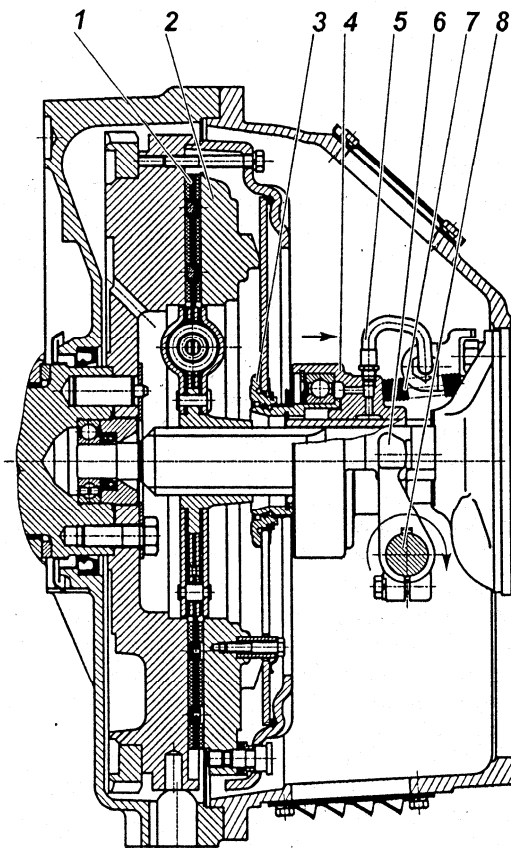
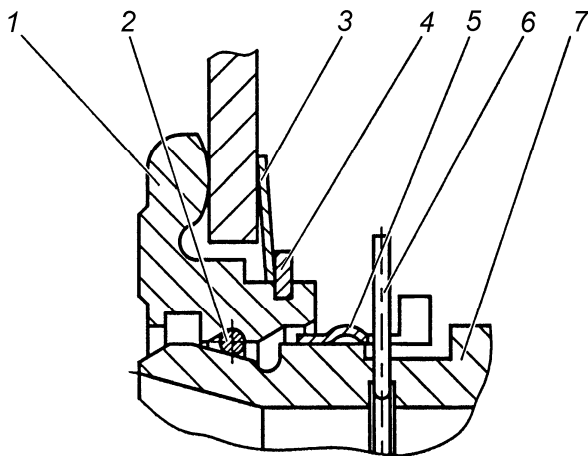

Рис. 91. Сцепление:
Рис. 93. Запорное устройство:
Диафрагменное сцепление (рис. 91) состоит из ведущих и ведомых частей, а также деталей механизма выключения сцепления, устанавливаемых в картер сцепления.
Механизм выключения сцепления состоит из муфты 4 (рис. 91) с подшипником, вилки 6 и валика 8. Муфта соединена через упорное кольцо 3 с диафрагменной пружиной с помощью запорного устройства.
Оттяжная пружина 7 (рис. 91) исключает проворот и осевые перемещения втулки 7 (рис. 93) относительно упорного кольца 1 (рис. 93). По мере износа фрикционных накладок муфта выключения сцепления 4 (рис. 91) перемещается вместе с пружиной в сторону маховика, при этом конструкция привода выключения сцепления автомобиля или другого транспортного средства обеспечивает поворот вилки 6 (рис. 91) по часовой стрелке после выбора зазора между лапками вилки и муфтой за счет периодической регулировки привода или постепенный поворот за счет конструкции гидропривода.
Конструкция запорного устройства показана на рис. 93. Она включает в себя упорное кольцо 1, втулку подшипника муфты 7 с фасонной канавкой, пружинное кольцо 2 круглого сечения, а также замковое кольцо 5. Упорное кольцо 1 устанавливается на диафрагменную пружину при сборке нажимного диска с кожухом и удерживается за счет пружинной шайбы 3 и стопорного кольца 4. На рисунке муфта заперта (соединена) с упорным кольцом. Внутри втулки подшипника муфты 7 установлено предохранительное кольцо 6, имеющее снаружи выступающий ус, препятствующий случайному разъединению муфты выключения сцепления и упорного кольца 1.
Выключение сцепления обеспечивается поворотом вала по часовой стрелке. Допустимое направление перемещения муфты и поворота вала для выключения сцепления показано на рис. 91 стрелками. Перемещение муфты и поворот вала в обратном направлении не допустимо.
- 5 С помощью специальной оправки сцентрировать кольцо 3 (рис. 91) относительно оси коленчатого вала двигателя.
- 2 Убедиться что муфта выключения сцепления отведена до упора в крышку подшипника первичного вала коробки передач пружиной 7 рис. 91.
Проверка качества установки сцепления (отсутствие "ведения", контроль величины крутящего момента на валу вилки) осуществляется на неработающем двигателе. Для этого необходимо повернуть вал вилки на угол  $9^{\circ}30'$ ... $11^{\circ}$  по часовой стрелке, что соответствует перемещению муфты на 11...13 мм от двигателя. При этом выходной вал коробки передач, при включенной передаче, должен вращаться при приложении крутящего момента не более 5 Н·м (0,5 кгс·м). Поворот вала вилки выключения сцепления по часовой стрелке показан на рис. 91.
- 4 Совместить полукруглый паз на муфте выключения сцепления в передней ее части с выступающим усом предохранительного кольца 6 (рис. 93) и, утопив его каким-либо предметом, удерживать в утопленном положении через центральное отверстие муфты выключения сцепления.